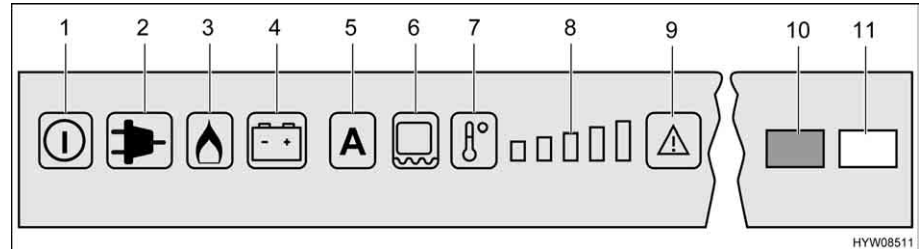

Fig. 218 Elementi di comando per il frigorifero (Dometic RMD)
Se è impostata la modalità di funzionamento "AES", la tensione a 230 V **non** è allacciata e il motore del veicolo è **spento**, il sistema AES seleziona il rifornimento di gas. Selezionando il funzionamento a gas, il dispositivo di sicurezza si apre automaticamente, così che il gas possa fluire al bruciatore. Contemporaneamente si inserisce l'accenditore elettronico. Se la fiamma del gas si spegne, p. es. a causa di un colpo di vento, l'accenditore viene subito azionato riaccendendo il gas. In caso di guasto del funzionamento a gas, lampeggiano i tasti luminosi "Gas" (Fig. 218,3) e "Guasto" (Fig. 218,9). La spia di controllo "Guasto" (Fig. 218,10) è accesa e viene emesso un allarme acustico per 20 secondi.
Dopo l'accensione il frigorifero seleziona automaticamente la regolazione intermedia del termostato. Questa regolazione può essere modificata manualmente tramite il tasto di selezione del livello di temperatura (Fig. 218,7). Le spie di controllo (Fig. 218,8) indicano la temperatura selezionata sul termostato. Il tasto di selezione del livello di temperatura permette di regolare la temperatura di refrigerazione per tutti e tre i tipi di energia. Ci vogliono alcune ore prima che il frigorifero raggiunga la temperatura normale di esercizio. Cambiando la modalità di funzionamento la regolazione del termostato non viene modificata. La temperatura di refrigerazione è indipendente dal tipo di energia utilizzata.
- Accendere il riscaldamento del telaio per 2 ore: Premere una volta il tasto (Fig. 218,6). Sull'indicazione dei gradi di temperatura (Fig. 218,8) si accende una barra.
- Accendere il riscaldamento del telaio per 5 ore: Premere due volte il tasto (Fig. 218,6). Sull'indicazione dei gradi di temperatura (Fig. 218,8) si accendono due barre.
- Regolazione del riscaldamento del telaio ad esercizio continuo: Premere tre volte il tasto (Fig. 218,6). Sull'indicazione dei gradi di temperatura (Fig. 218,8) si accendono tre barre.
L'indicazione dei gradi di temperatura (Fig. 218,8) indica per alcuni secondi la durata di esercizio del riscaldamento del telaio.
Nel caso di temperature esterne ed umidità dell'aria elevate è possibile che si formino gocce d'acqua sul telaio in metallo del vano congelatore. Per questo motivo il frigorifero è dotato di un riscaldamento del telaio per il vano congelatore. Nel caso di temperature e umidità dell'aria elevate, accendere il riscaldamento del telaio con il tasto (Fig. 218,6). È possibile così evitare fenomeni di corrosione. Quando il riscaldamento del telaio è acceso, si accende il tasto luminoso (Fig. 218,6).
- Premere il tasto On/Off (Fig. 218,1) per circa 2 secondi. Il frigorifero si accende e viene visualizzato l'ultimo tipo di energia impostato, oppure "AES".
- Impostare la temperatura di refrigerazione con il tasto di selezione del livello di temperatura (Fig. 218,7). Le spie di controllo (Fig. 218,8) indicano la temperatura selezionata sul termostato.
- Premere il tasto On/Off (Fig. 218,1) per circa 2 secondi. Il frigorifero si spegne e le indicazioni smettono di lampeggiare.